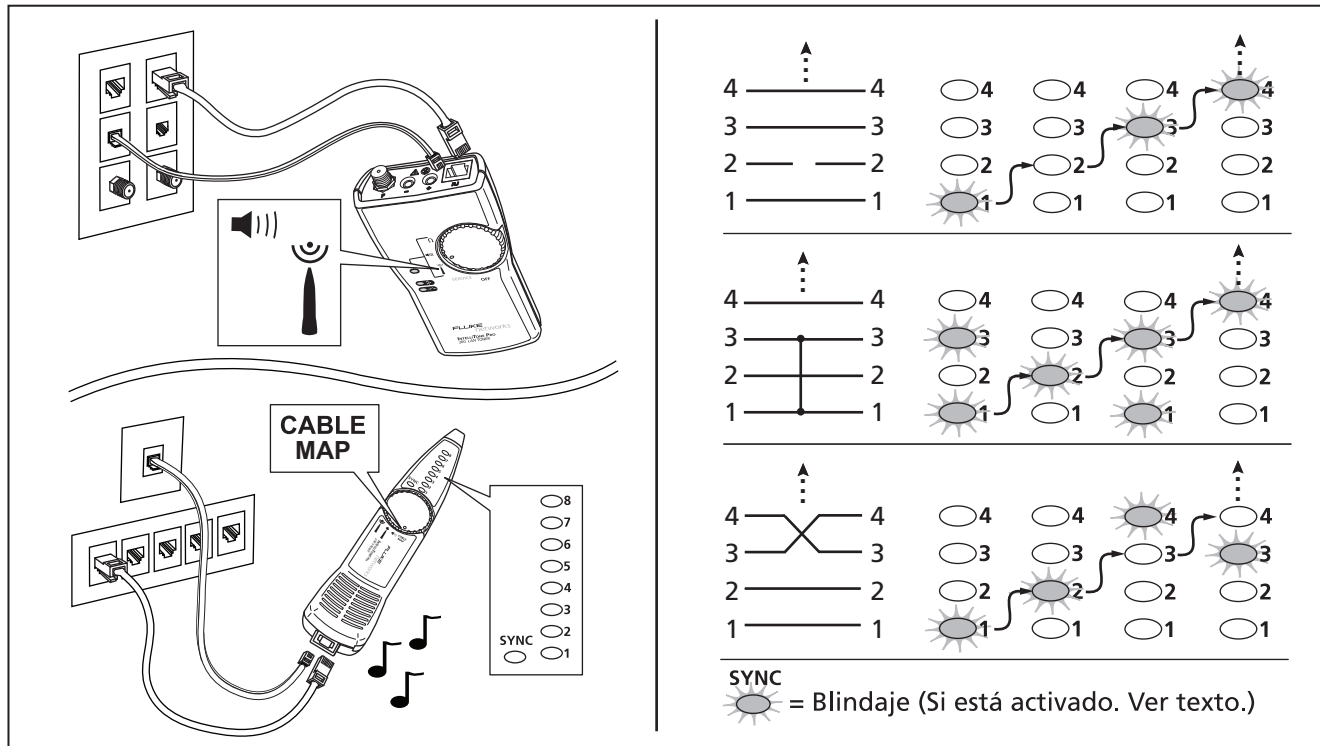

Figura 2. Validación de mapas de cables
- 1 Conecte un emisor de tonos IT200 a un conector hembra RJ11 o RJ45, tal como se muestra en la Figura 2.